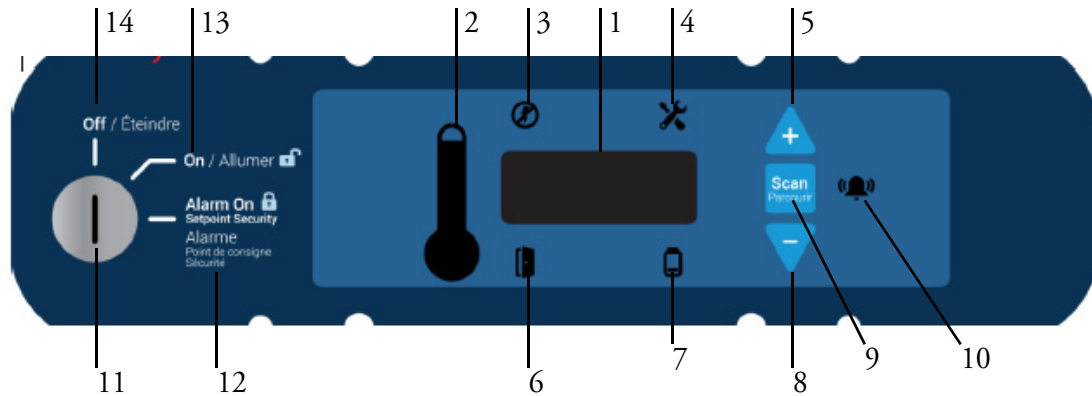

Abbildung 12. Bedienfeld des Tiefkühlschranks
Das Bedienfeld befindet sich im rechten oberen Bereich Ihres Tiefkühlschranks. Mithilfe der drei Drucktasten (5, 8 und 9 in *Abbildung 12*) kann die Temperaturanzeige (1) verändert bzw. die Temperatur und Alarmsollwerte gemäß *Kapitel 9.3* eingestellt werden. Die Thermometeranzeige (2) verschafft einen schnellen visuellen Überblick über die aktuelle Temperatur im Innenraum sowie die Alarmbedingungen.